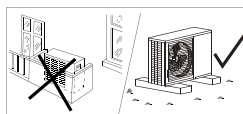

Рис. 1
10. Не допускайте блокировки воздуховыпускного отверстия и воздухозаборника блока, а также полагайте любые препятствия на достаточном расстоянии (см. минимально допустимые зазоры). Установка на травянистой или мягкой поверхности (в этом случае необходимо предусмотреть твердое основание) (рис. 1).